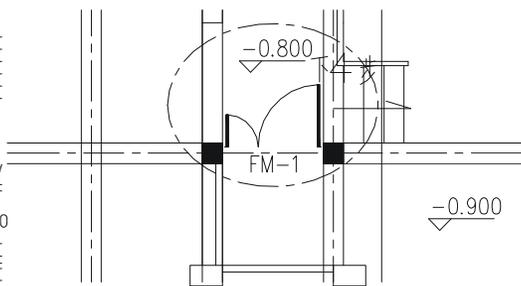

图 10-1-8
**STEP 06** 将 4.2m 的楼层标高线分别向下偏移 500、1800 作为窗户和门的上沿, 以 1.2m 的楼层标高线作为窗户的下沿, 从一层平面图中的标高可以看出门所在位置的标高为-0.800m 如图 10-1-8 所示。